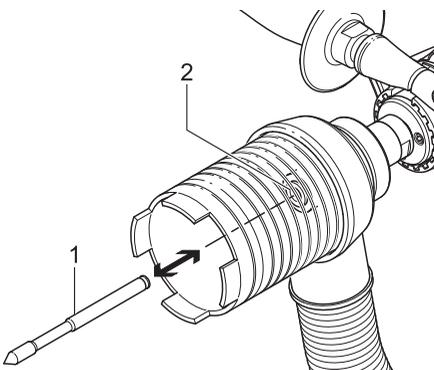

Abb. 6: Zentrierstift einsetzen bzw. entfernen
Den Zentrierstift (1) in die Dosensenkeraufnahme (2) eindrücken, bis dieser hörbar einrastet (→ Abb. 6: Zentrierstift einsetzen bzw. entfernen; Seite 31).
Den Zentrierstift (1) aus der Dosensenkeraufnahme (2) herausziehen (→ Abb. 6: Zentrierstift einsetzen bzw. entfernen; Seite 31).